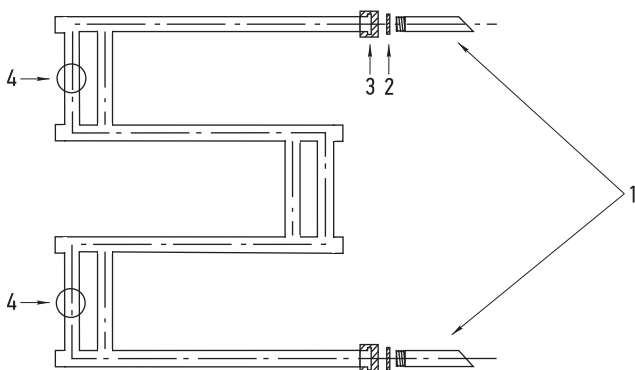

Рис. 6
4.2. High-Tech model «M», комплектуется согласно схеме подключения (рис. 6):